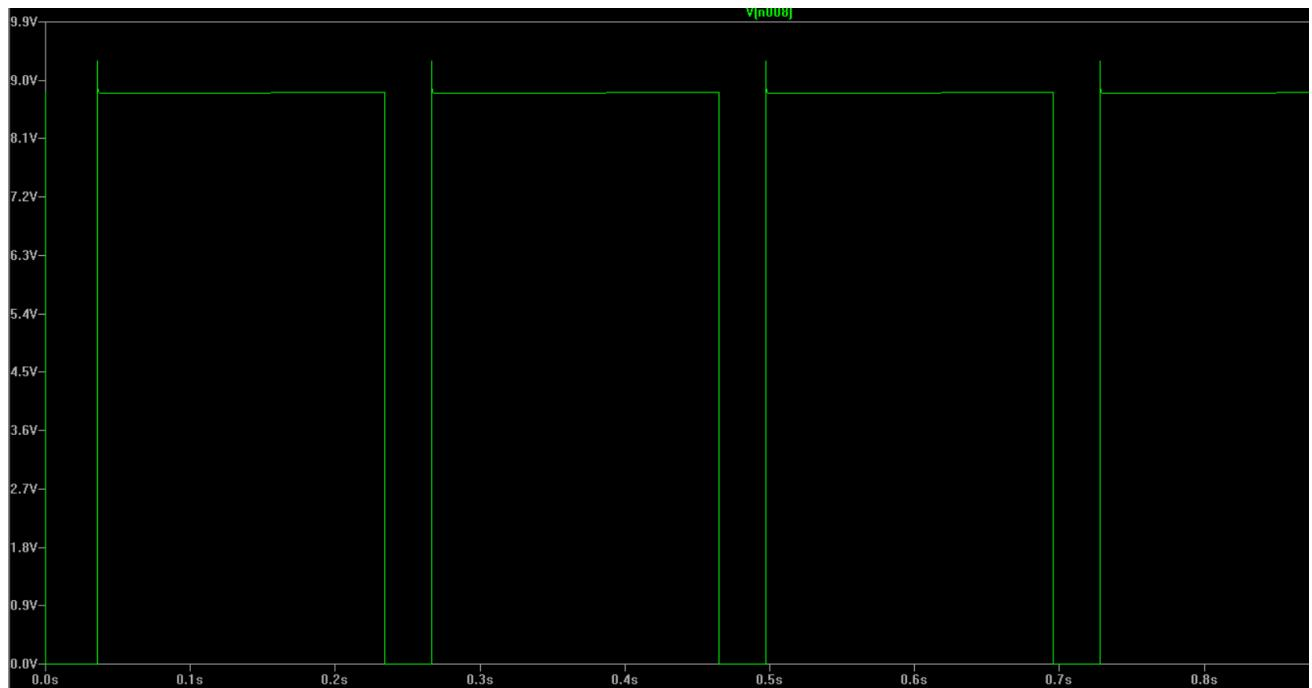

Рисунок 3.5 (Сигнал на виході)
3.3 Далі я промоделював схему при опорі термістора 1кОм що приблизно дорівнює 100°C (Рис. 3.5):